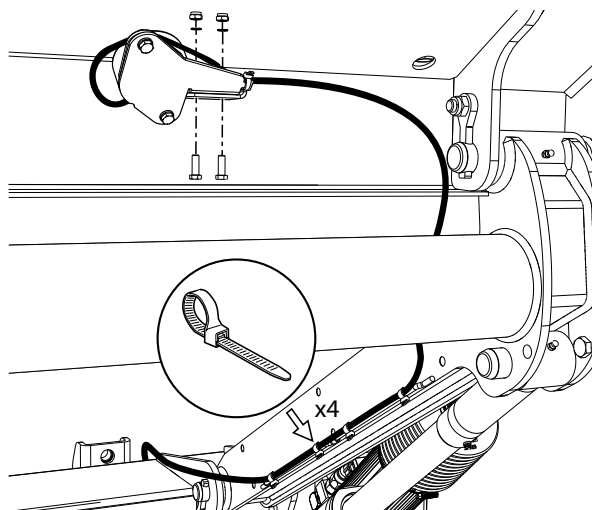

Figure 52. Montage du capteur angulaire
1. Monter le capteur angulaire sur la plate-forme, utiliser les vis, écrous et rondelles fournis et fixer le câble avec des attaches de câble, voir Figure 52.